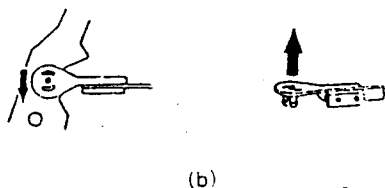

图1-20
4. 拆卸时，应按图中箭头所示方向按压张力带。(见图1-20(b))。